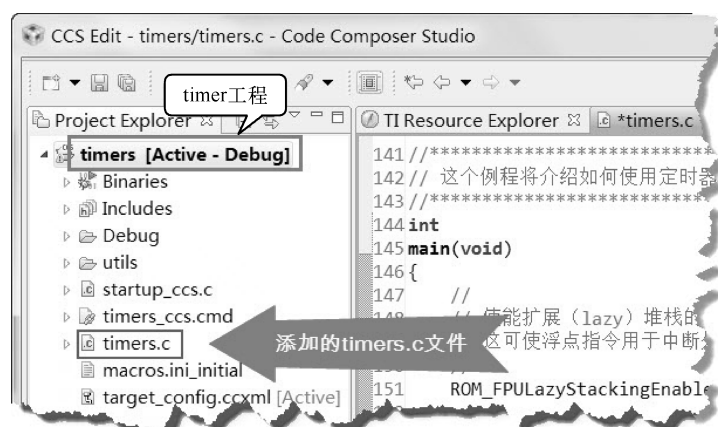

图 11-8 创建的 timer 工程
3) 创建 timer 工程, 添加 timer. c 文件, 如图 11-8 所示。